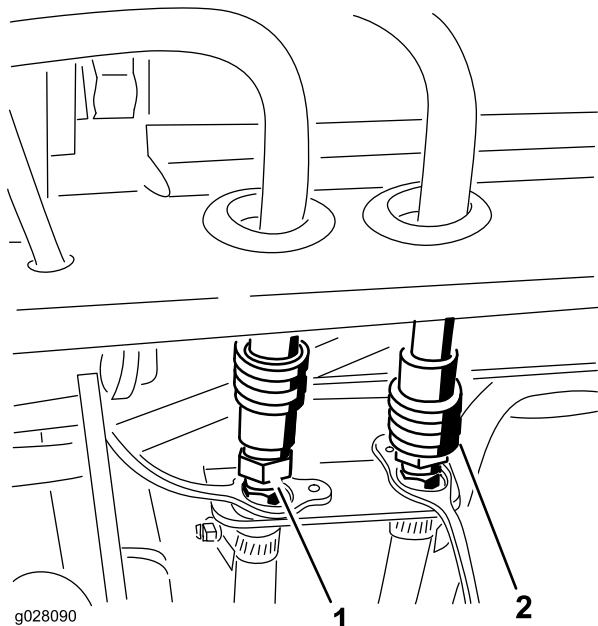

図 68
2. キャブ用の高圧側および戻り側のホースヒーター用を、後フレームマウントのクイックカップラに接続する 図 68。